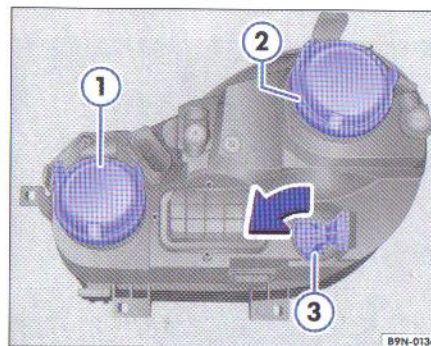

Fig. 33 Prezentarea becurilor
- Trageți capacul de cauciuc ⇒ fig. 33 ②.